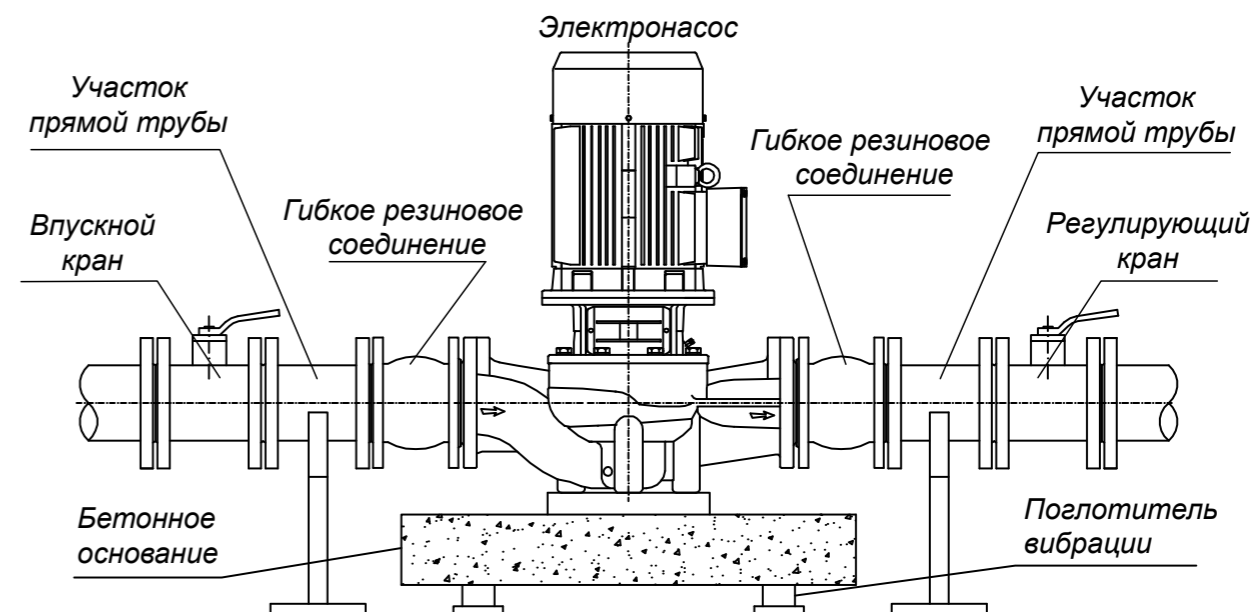

Рис. 1
- Если мощность двигателя превышает 2,2 кВт, установите бетонное основание или виброустойчивое устройство, как показано на Рис. 1. Основание или виброустойчивое устройство также можно использовать с двигателем мощностью менее 3 кВт;